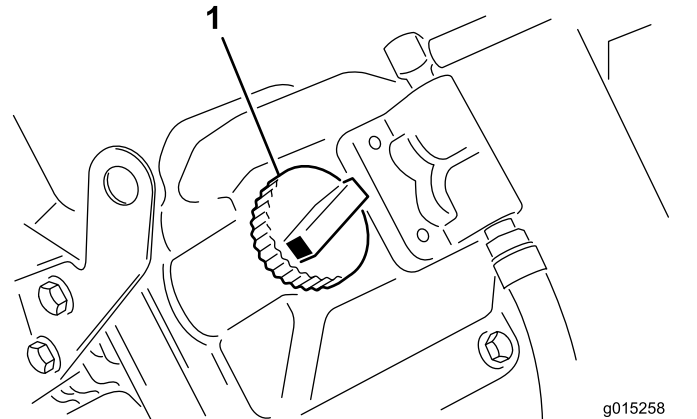

Bild 9
5. Wenn der Ölstand unter der Voll-Markierung liegt, nehmen Sie den Deckel des Einfüllstutzens ab und füllen Sie Öl ein, bis der Ölstand an der Voll-Markierung am Peilstab liegt (Bild 9).